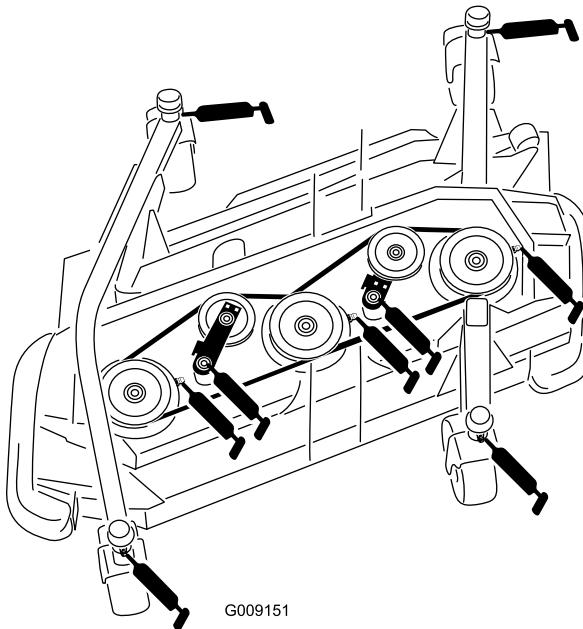

Bild 54
- Vier Laufradgabel-Wellenbüchsen (Bild 54)
- 3 Spindelwellenlager (im Spindelgehäuse), siehe Bild 54 .
- 2 Spannscheibenarm-Drehbüchsen (die sich auf der die Spannscheibe tragenden Drehgelenkwelle befinden), siehe Bild 54 .